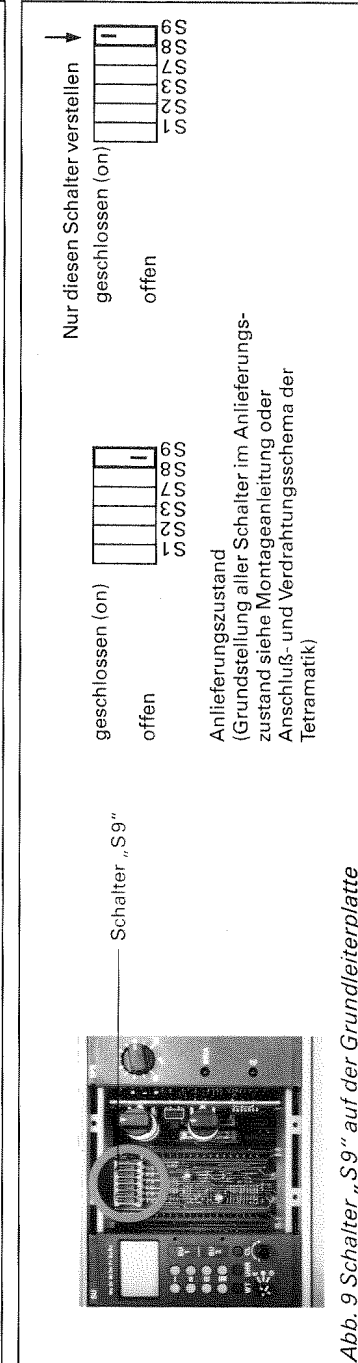

Abb. 9 Schalter „S9“ auf der Grundleiterplatte
6. Schalter „S9“ auf der Grundleiterplatte nach oben (geschlossen) stellen (Abb. 9).